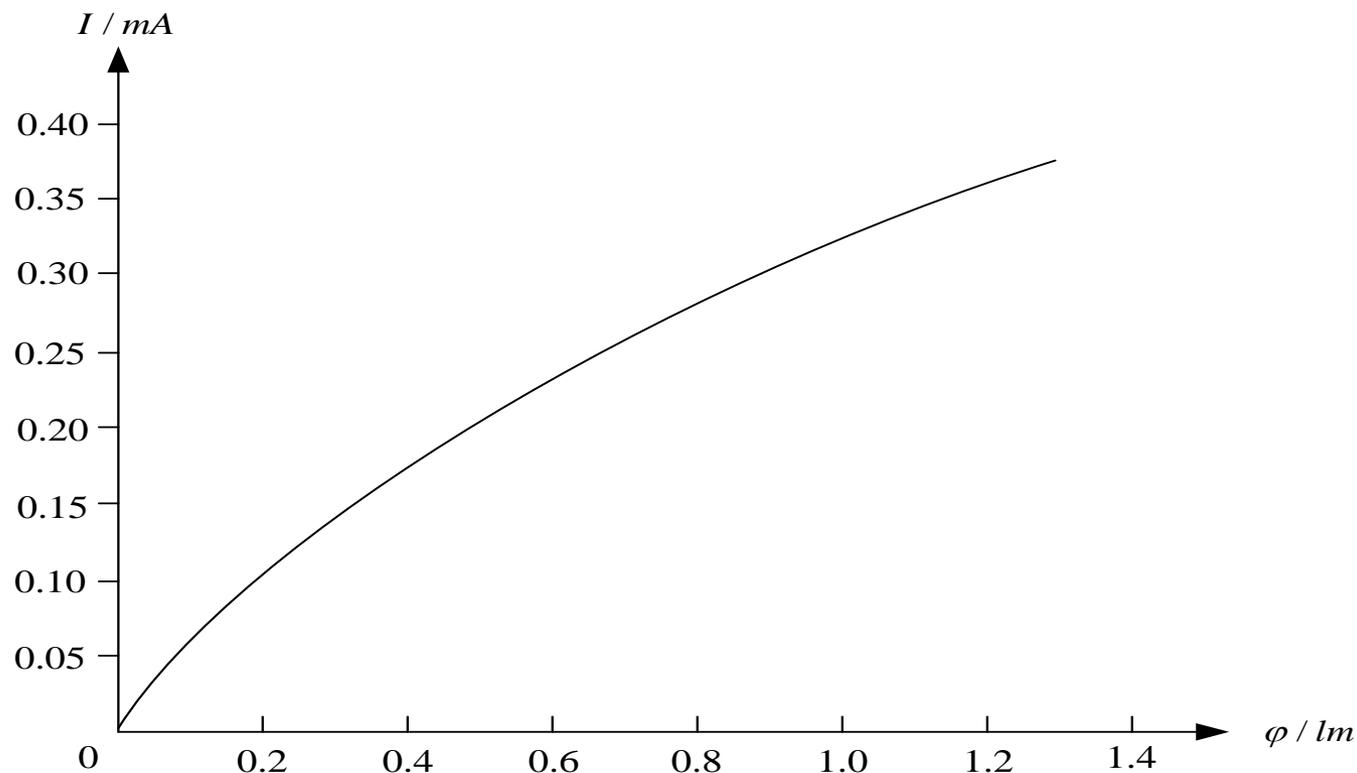

图7-9 光敏电阻的光照特性
- 光照特性是指在一定的电压下，光电流与光照强度之间的关系，如图7-9所示